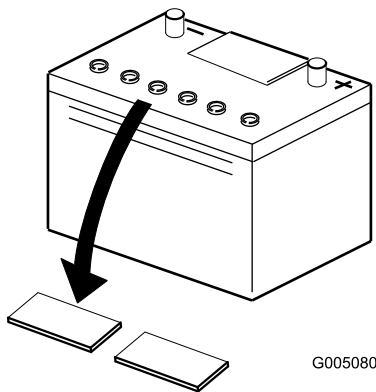

図5
2. バッテリーの上部をきれいに拭い、キャップを取り外す 図5。